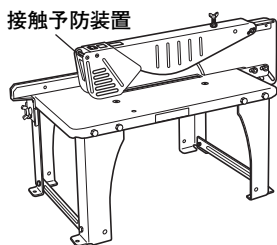

図 3
1. 丸のこベンチスタンド (接触予防装置付) C 12-B S (図3)